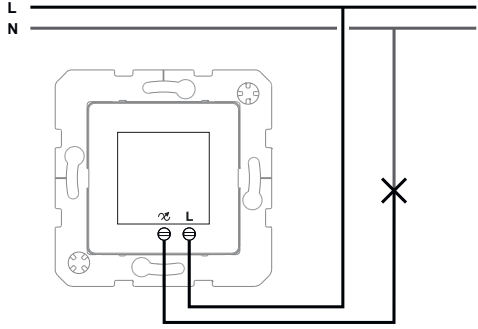

Figura 4: rilevatore di movimento 1,1 m (a 2 con- duttori)
- Collegare il rilevatore di movimento 1,1 m se- condo lo schema di collegamento (figura 4 o 5).
- Inserire il rilevatore di movimento (1) nella sca- tola da incasso, i morsetti di collegamento de- vono essere ubicati nella parte sottostante.
- Posizionare il cornice (2) da sotto sopra i due fermi (5).
- Premere il cornice e fissarlo con l'anello inter- medio (3).
- Inserire a scatto la copertura design (4) sul rile- vatore di movimento.